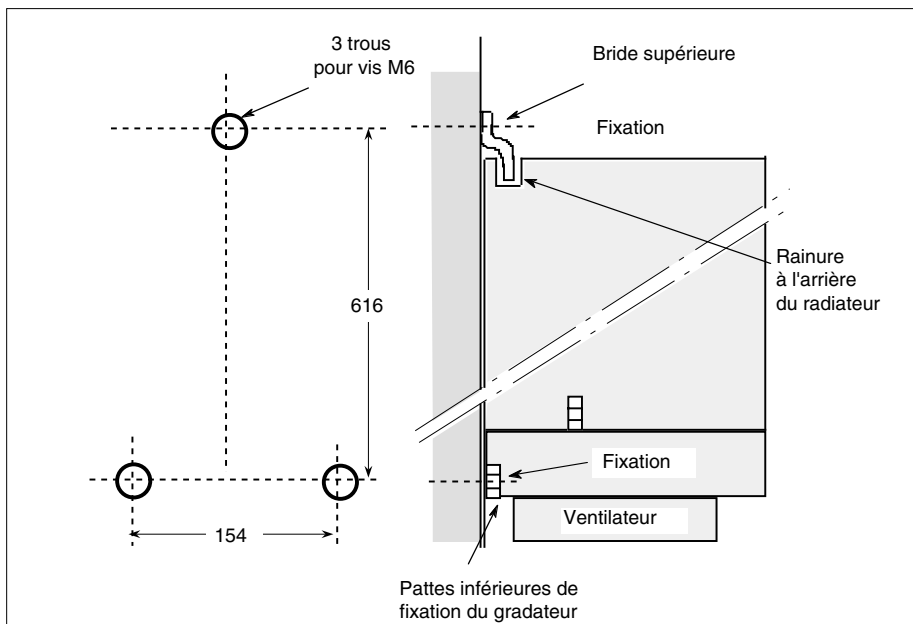

Figure 2-5 Cotes de perçage et fixation du gradateur TU1470 (en mm)
- Installer les deux vis **M6** inférieures dans l'armoire en respectant les cotes de perçage (figure 2-5)